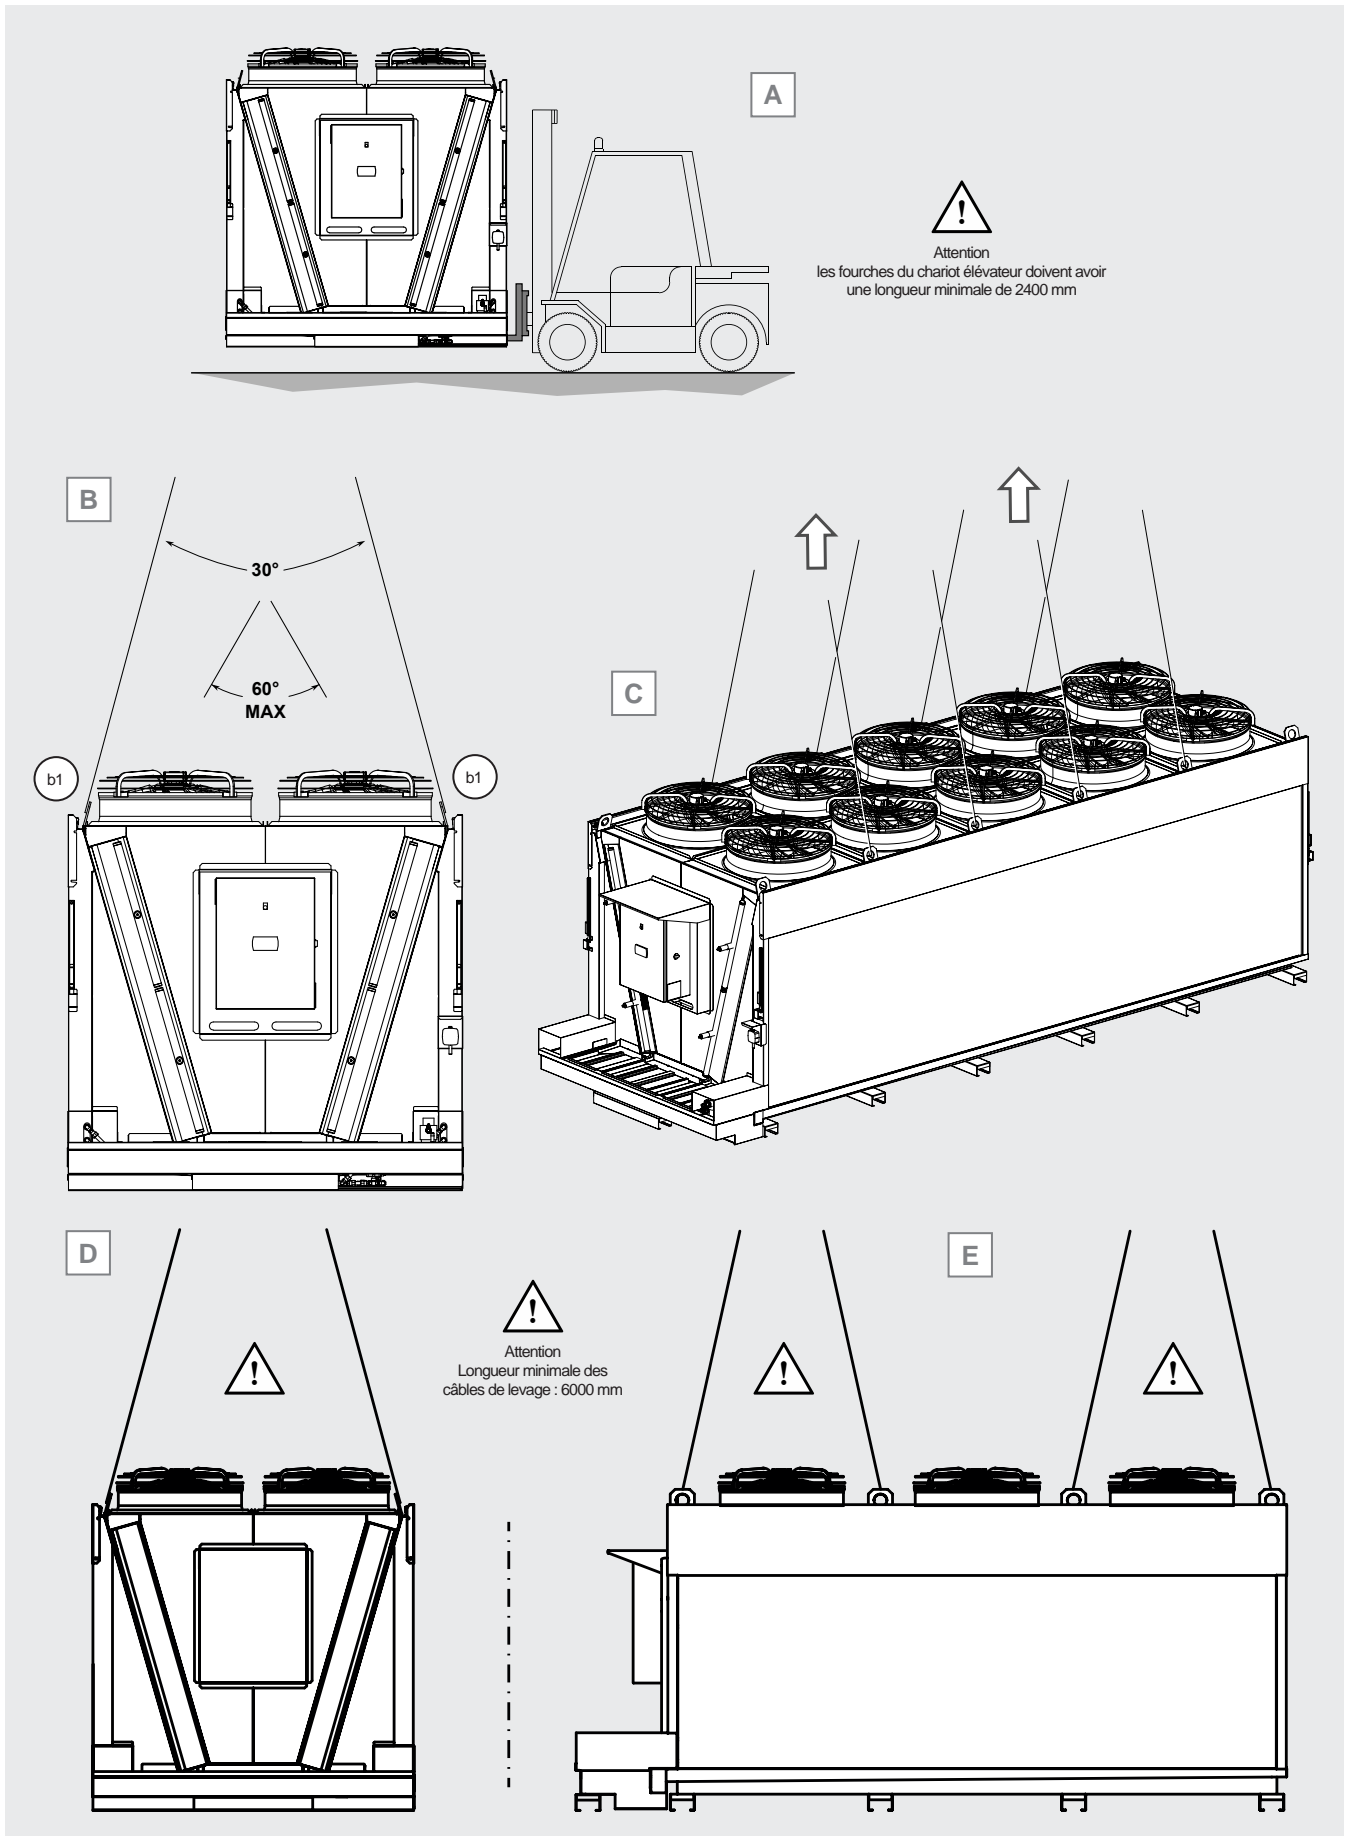

Figure 6
- 5.7 Pour le chargement-déchargement depuis le moyen de transport avec un chariot élévateur, les supports de levage doivent avoir une longueur supérieure ou au moins égale à 2400 mm. Voir la Figure 6 A.
- 5.8 Pour le chargement et le déchargement depuis le moyen de transport à l'aide d'une grue ou d'un pont roulant, accrocher la grue ou le pont roulant aux points de levage conformément au Tableau 3. Voir la Figure 6 B. Il convient de noter que, pour faciliter uniquement les opérations de chargement et de déchargement depuis le moyen de transport, il est également possible d'utiliser seulement 4 points de levage.
- 5.10.1 Accrocher la grue ou le pont roulant aux points de levage (b1), voir la Figure 6 B. Utiliser tous les points de levage. Pour les modèles avec 5 moteurs par rangée, l'utilisation de 4 points de levage par côté (points de levage centraux) est acceptable.
- 5.10.2 Soulever le modèle et le positionner à son emplacement final. Voir la Figure 6 C.
Pour le chargement et le déchargement du modèle depuis le moyen de transport, ainsi que pour sa manutention, il est nécessaire d'utiliser des câbles de levage et des palonniers. Il est possible d'utiliser des palonniers aussi bien dans le sens longitudinal que transversal ; voir les Figure 6 D et E.